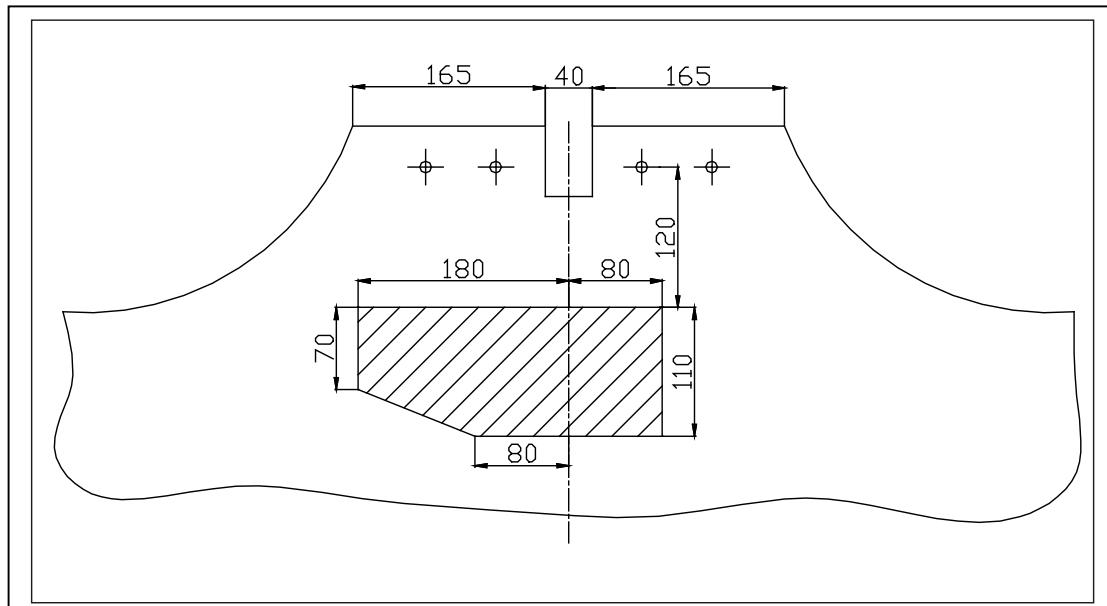

Fig. 1
3. Plaats de monterestukken (1) en (2) tegen de zijkant van het chassis (aan de binnenkant van het voertuig) en tegen de dwarsplaat achteraan het voertuig. De punten (A) en (B) passen nu met voorziene gaten. Breng bij (A) de buisjes (3), de rondsels en de bouten in via de buitenkant en span lichtjes aan.
4. Breng nu de trekhaak tegen de achterkant van de dwarsplaat zodat de punten (B) van de trekhaak komen te passen met de punten (B) van de monterestukken (1) en (2). Bouten en moeren inbrengen en alles goed vastzetten.
5. Maak in de onderkant van de bumper een insnijding volgens bijgeleverde tekening (Fig.1) zodat de bolstang en de contactdoos geplaatst kunnen worden.